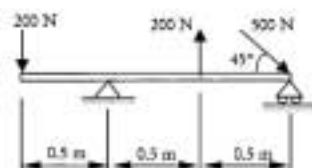

Figura 2.
**PROBLEMA 2.-** Obtener los diagramas de esfuerzos normales, cortantes y momentos flectores para la viga simplemente apoyada de la Figura 2.